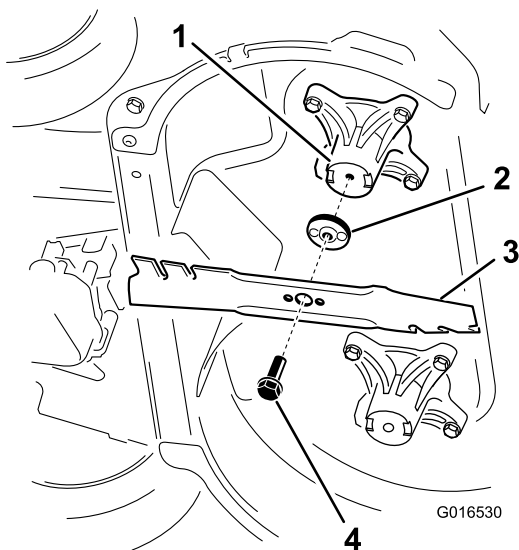

Bild 44
2. Entfernen Sie jedes Messer, siehe Bild 44.
- Montieren Sie das erste Messer so, dass es horizontal ist, und alle Befestigungen, wie in **Bild 44** dargestellt.